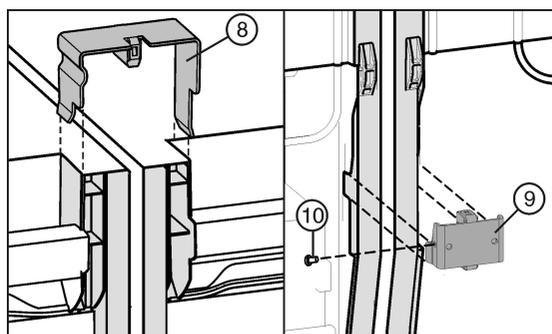

Fig. 7
- ▶ Вставьте соединительную скобку Fig. 7 (8) вверх в средние боковые стенки.
- ▶ Вставьте соединительный уголок Fig. 7 (9) снизу в соответствующий вырез.
- ▶ Если соединительный уголок сидит свободно, установите винт Fig. 7 (10).